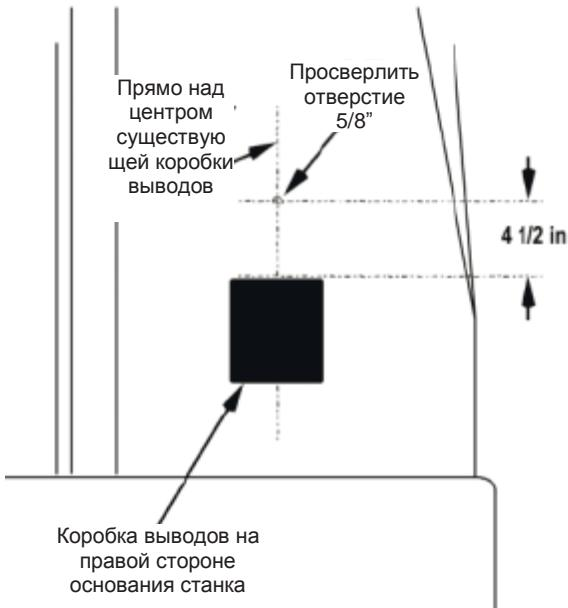

Рис. 3
17. Просверлите отверстие диаметром 5/8 дюймов для кабеля насоса в основании станка (см. рис. 3).